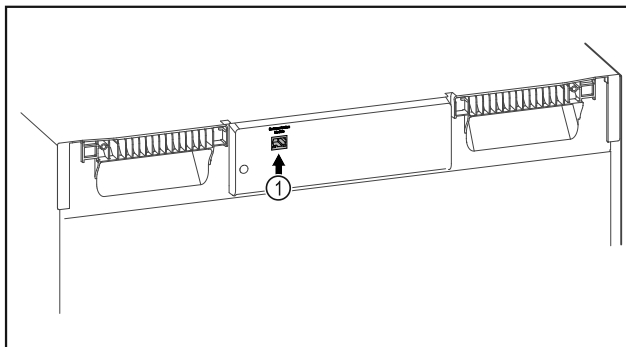

Fig. 73
- SmartModule Fig. 73 (1) naudojamas.